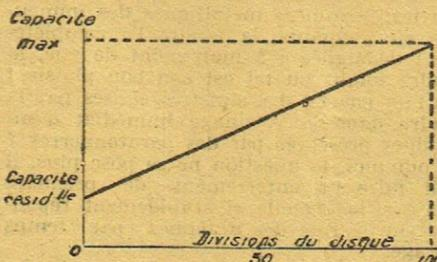
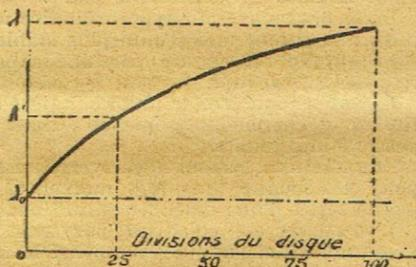
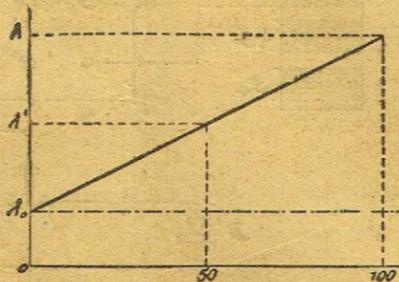

Fig. 3
Fig. 7
Fig. 8
Si nous portons en ordonnées les capacités présentées par le condensateur variable et en abscisses les divisions du disque gradué auxquelles ces capacités correspondent, nous aurons la droite de la figure 3.
Comme la variation de capacité de C est proportionnelle à la rotation des plaques mobiles (fig. 3), au lieu de porter en abscisses les capacités de 0 à C, nous pouvons porter les divisions du disque qui se trouvent en regard de l'index du condensateur, et nous avons ainsi les abscisses de 0 à 100 de la figure 7. (1)
ainsi que le montre la figure 8. Alors la longueur d'onde moyenne λ' correspondrait à la division 50 du disque du condensateur. La « densité » de répartition des longueurs d'onde serait la même d'un bout à l'autre du disque gradué.
Un condensateur pour lequel la courbe de variation des longueurs d'onde est une droite du type de la figure 8, s'appelle un « square law condenser », autrement dit un condensateur à variation linéaire.
Cette appellation « condensateur à variation linéaire » si elle est courte, manque cependant de précision. Un condensateur ordinaire à plaques fixes et mobiles identiquement semi-circulaires présente une variation linéaire de capacité comme il a été dit à propos de la figure 3. Pour définir exactement le condensateur variable correspondant à la figure 8 il faudrait dire : condensateur à variation linéaire de longueur d'onde. (1)
Un tel condensateur, il est bon de le remarquer de suite, ne correspond plus à la courbe de la figure 3.
du condensateur et par conséquent pour que les réglages soient faciles et la sélectivité uniforme, il faudrait que la courbe de la figure 7 présente l'allure d'une droite D,